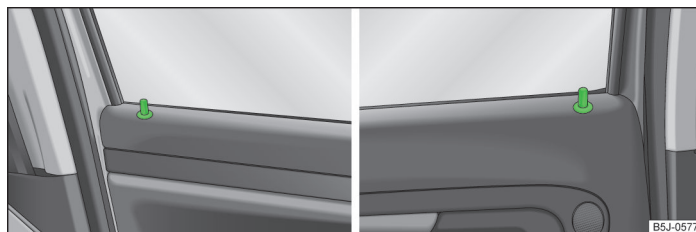

Fig. 12 Pulsador de cierre de seguridad en la puerta delantera/en la puerta trasera
Al desbloquear o bloquear la puerta, el pulsador de cierre de seguridad correspondiente » fig. 12 sube o baja, respectivamente.
- Presione el pulsador de cierre de seguridad » fig. 12.